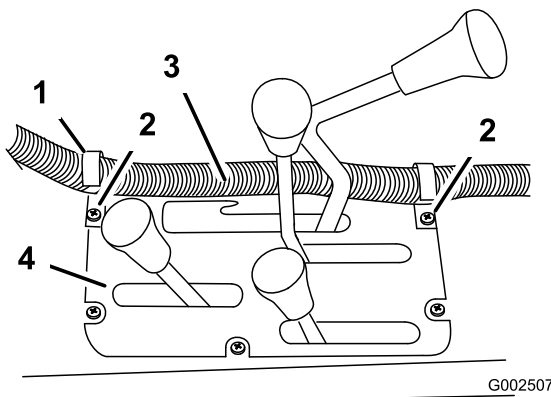

**Figure 25**
4. Apposez l'autocollant Spray Pro sur le moniteur (Figure 25).